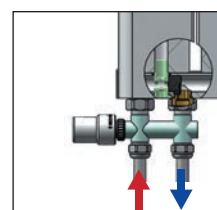

Рис. 4
- (Рис. 4, 5) Подсоединить узел нижнего подключения с межосевым расстоянием 50 мм